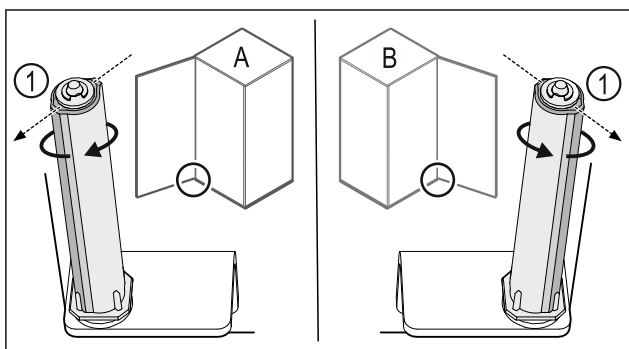

Fig. 34 Vänsterhängd (A)/högerhängd (B)
- Vrid låssystemet mot motståndet, tills låssystemets klack Fig. 34 (1) är vänd utåt.